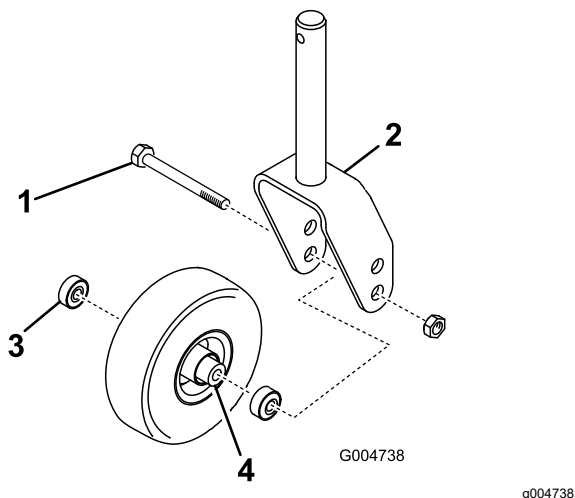

图 23
2. 从将脚轮总成固定在脚轮叉之间的螺栓上拆下锁紧螺母图 23。抓住脚轮并将螺栓滑出脚轮叉或枢轴臂。
3. 从轮毂上卸下轴承然后让轴承隔片脱落图 23。从轮毂的另一侧卸下轴承。